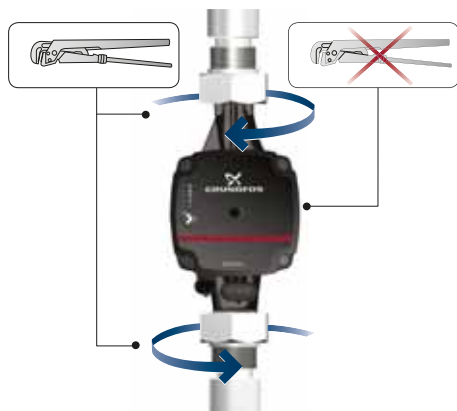

Рис. 3 Затягування фітінгів
3. Затягніть фітинги. Див. рис. 3.